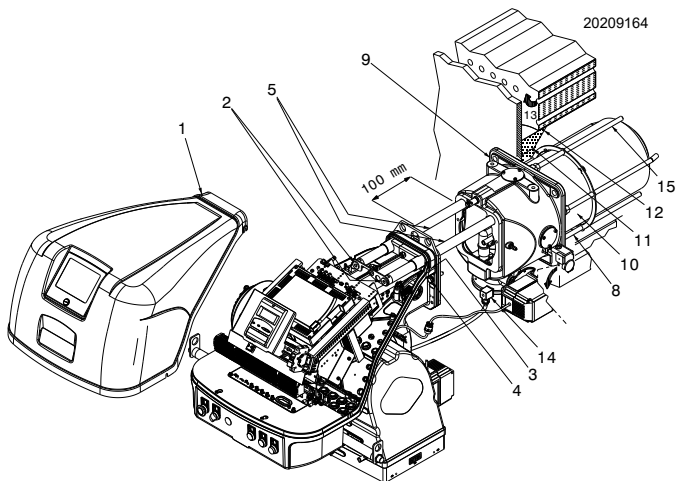

Abb. 16
Bei Kesseln mit vorderem Rauchumlauf 13)(Abb. 16) eine Schutzabdeckung aus hitzebeständigem Material 11) zwischen der Schamotte des Kessels 12) und dem Flammrohr 11) schaffen.
Um den Flammkopf gemäß Abb. 16 vom Rest des Brenners zu trennen, wie folgt vorgehen:
Achten Sie bei der Befestigung des Brenners am Kessel besonders auf die äußeren Gasleitungen 15)(Abb. 16), um Beschädigungen zu vermeiden.
- den Brenner wieder auf den Führungen 3) in einem Abstand von ca. 100 mm zur Muffe 4) montieren. Der Brenner befindet sich in der in Abb. 16 auf Seite 22 dargestellten Position;